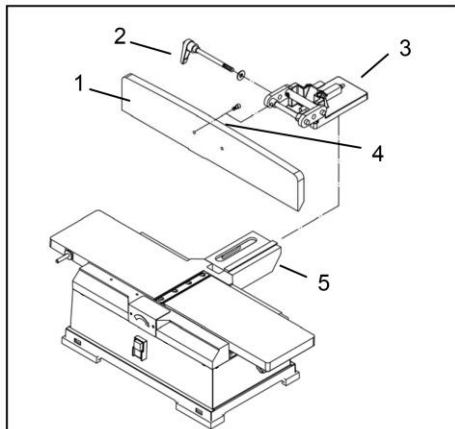

Рисунок 17
2. Поверните рукоятку наклона упора (2, рисунок 17) против часовой стрелки, чтобы ослабить ее. Если необходимо переместить рукоятку, потяните ее наружу, поверните в новое положение и отпустите.
4. Как только требуемый угол будет установлен, затяните рукоятку наклона упора (2, рисунок 17).